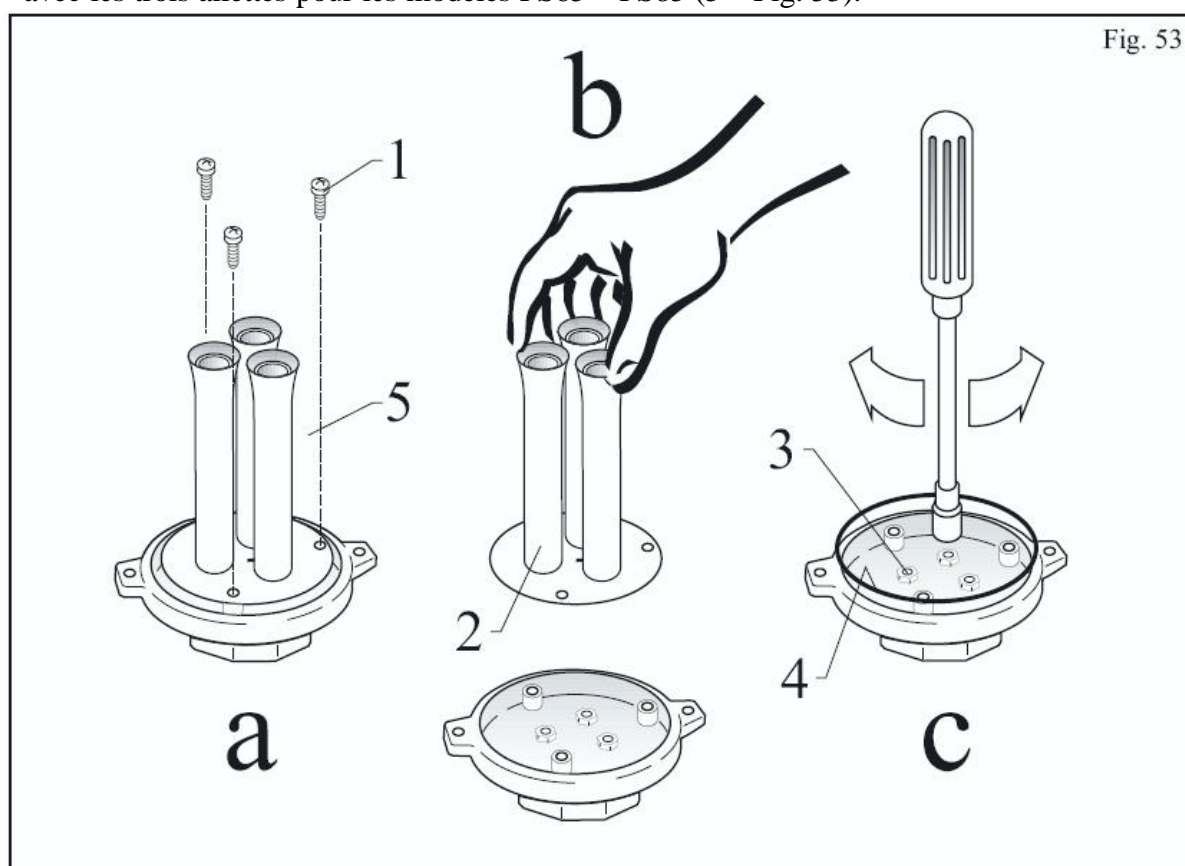

Fig. 53
- Dévissez les vis (1 – Fig. 53) et le groupe des brûleurs (2 – Fig. 53);
- Dévissez les 3 pièces d'injection à remplacer (3 – Fig. 53), remplacez-les et veillez à ce que le filetage prenne bien en le vissant le plus loin possible avec la main et en le fixant ensuite avec la clé.
- remplacez le groupe des brûleurs dans le sens inverse du démontage et n'oubliez pas de remplacer l'Anneau-O du capot (4 – Fig. 53);
N.B.2: Le groupe des brûleurs (2 – Fig. 53) est fabriqué en deux versions:
- avec les trois ailettes pour les modèles PS65 – PS85 (5 – Fig. 53).